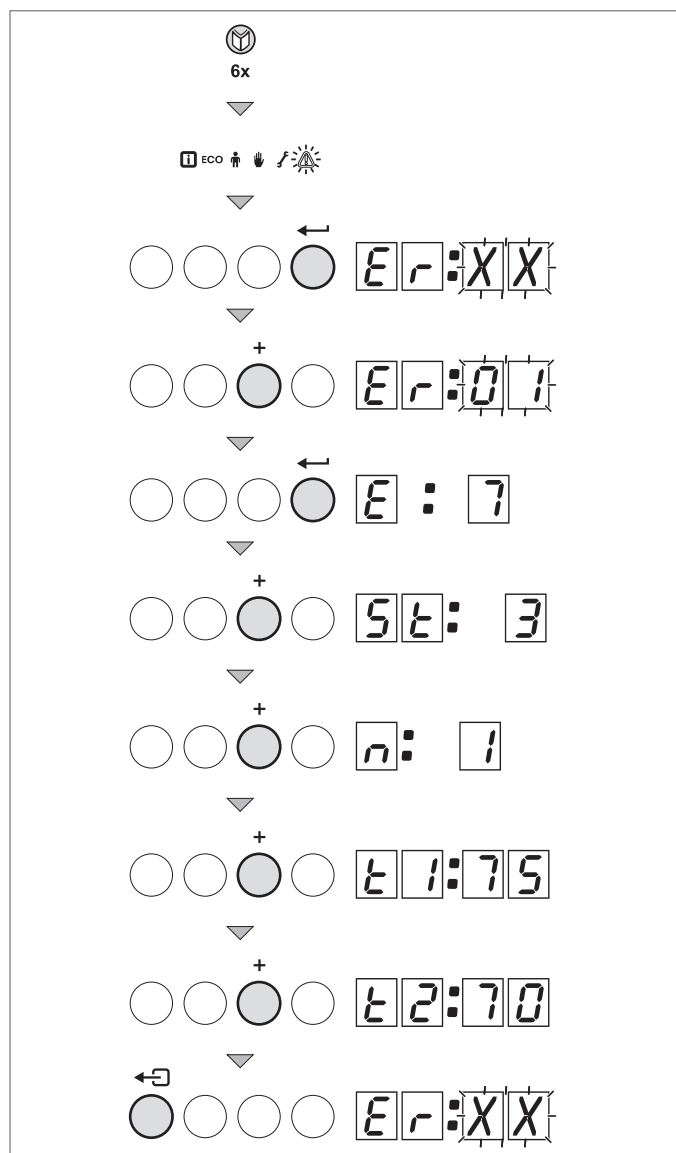

Fig. 52
- Premere ripetutamente il **tasto**  fino a quando lampeggia il **simbolo**  sulla barra menù (fig.52).